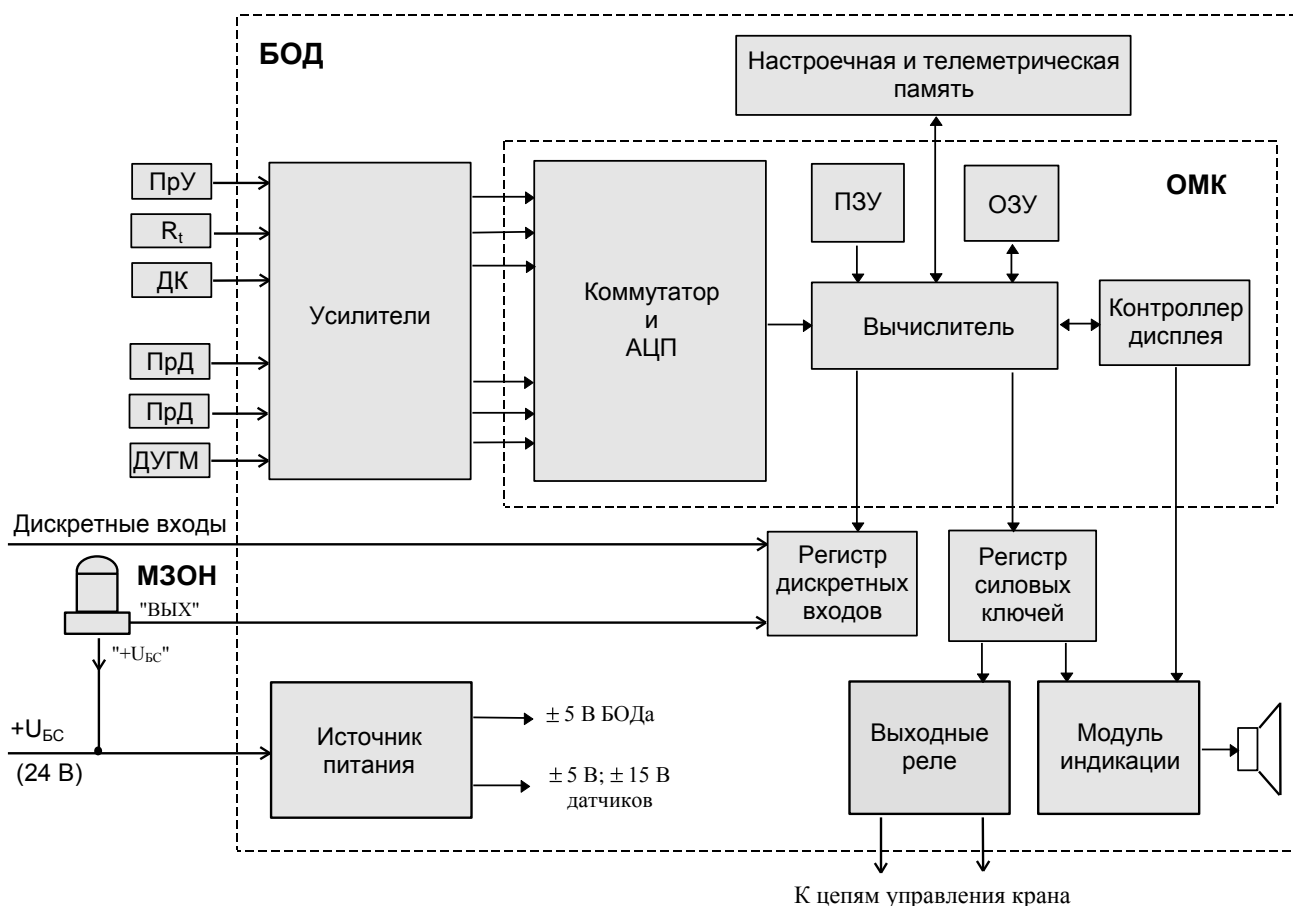

Рисунок 1- Блок-схема ограничителя
1.4.1 Принцип действия ограничителя (см. рисунок 1) основан на последовательном опросе и преобразовании аналоговых сигналов с датчиков в цифровой код, определении угла и длины стрелы, расчете цифровыми методами величины вылета, высоты подъема (по заданным геометрическим размерам рабочего оборудования крана), а также вычислении фактической массы груза и степени загрузки крана с последующим их сравнением с предельно-допустимыми значениями при выбранном режиме работы.